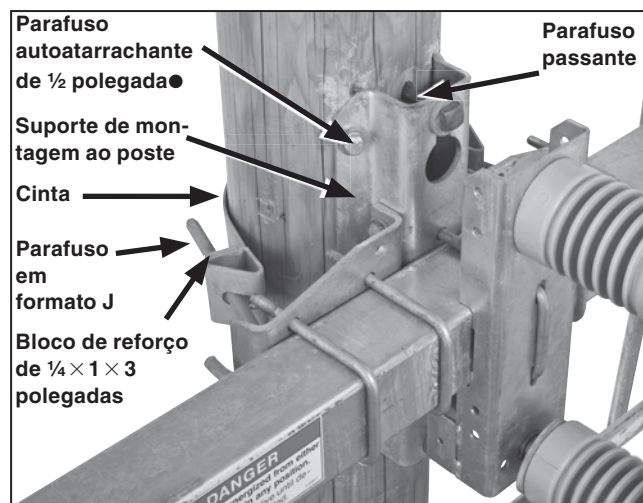

Figura 6. Detalhe de uma instalação típica de uma cinta (exemplo para o caso da configuração de montagem vertical).
PASSO 4. Prenda a cinta (opcional) ao suporte de montagem da chave usando os parafusos em formato J fornecidos. Ver Figura 6. Dois blocos de reforço de $\frac{1}{4} \times 1 \times 3$ polegadas são fornecidos para ser usados por trás dos flanges da cinta e por baixo das porcas dos parafusos em formato J. Prenda a cinta no lado de trás do poste com um dos cinco parafusos autoatarrachantes de $\frac{1}{2}$ polegada fornecidos, com o parafuso passando pelo furo no centro da cinta. Em seguida, prenda o suporte de montagem no poste usando os quatro parafusos autoatarrachantes de $\frac{1}{2}$ polegada restantes, como mostrado na Figura 6.